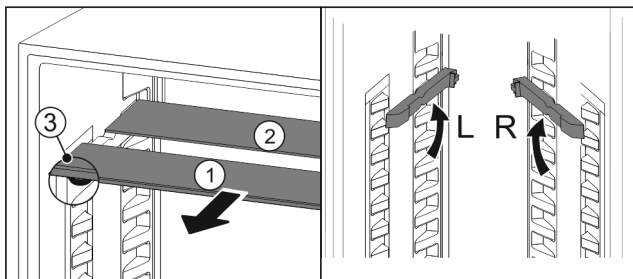

Fig. 100
- ▶ Издърпайте Fig. 100 (1) поотделно стъклените плочи напред.
- ▶ Стъклената плоча Fig. 100 (1) с декоративната лайстна е отпред.
- ▶ Ограничителите Fig. 100 (3) сочат надолу.